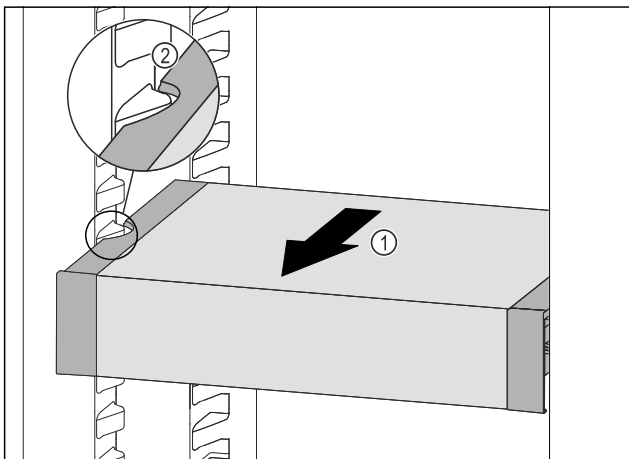

Fig. 89
- ▶ VarioSafe ťahajte dopredu Fig. 89 (1), kým sa bočné vybrania VarioSafe nebudú nachádzať vo výške rebra nádoby v chladničke. Fig. 89 (2)